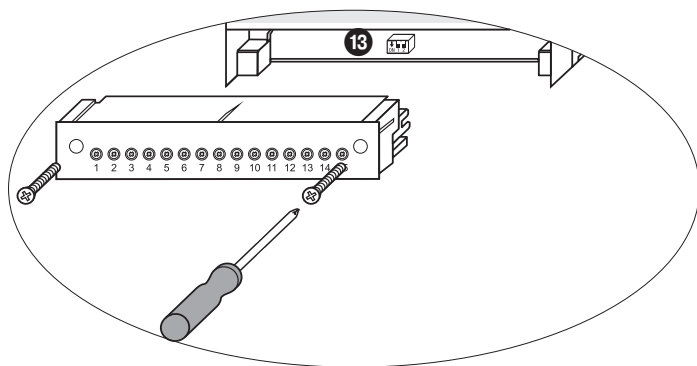

Fig. 9
- **Untere Klemmleiste**: Rechts und links Befestigungsschrauben lösen und Klemmleiste abziehen. **Fig. 9**